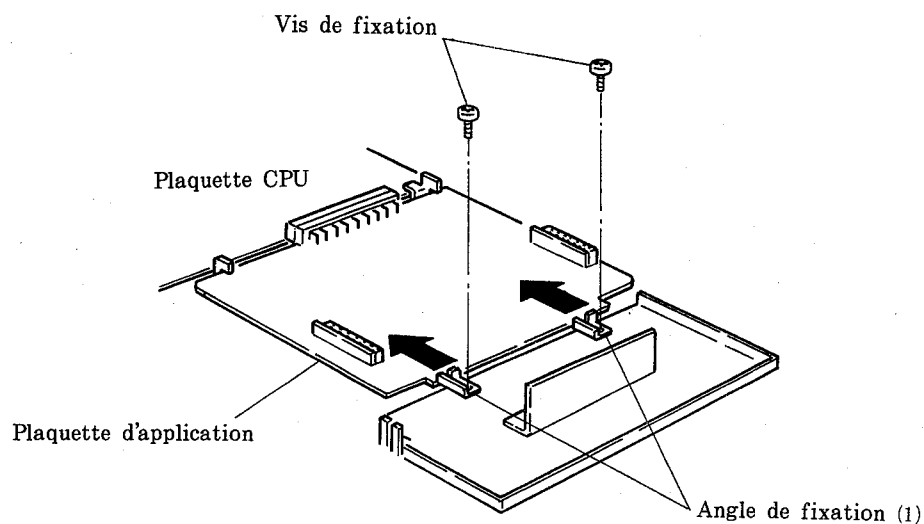

Fig.22
- b) Raccorder les connecteurs des deux plaquettes et pousser l'angle de fixation (1) dans la direction des flèches pour assurer le raccordement. (Voir la Fig. 22.)
- c) Installer l'angle de fixation (1) avec les vis de fixation (2). (Voir la Fig. 22 ci-dessus.)